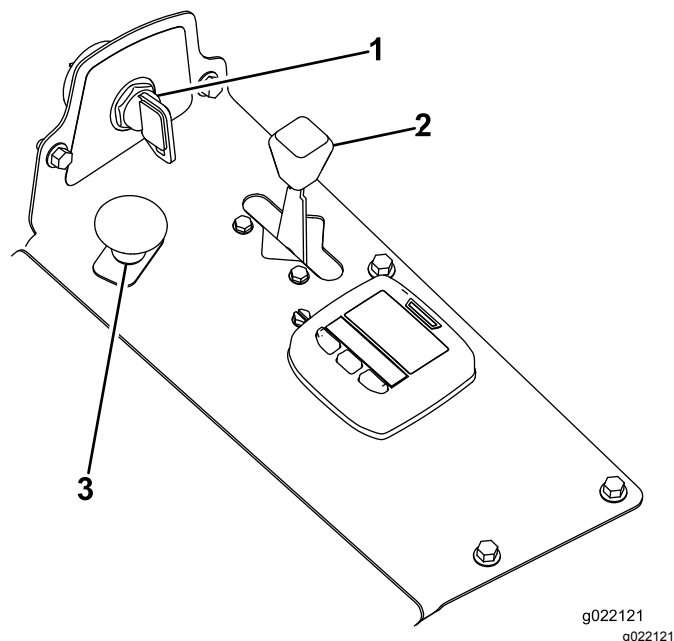

Figura 16
4. Disinserite la presa di forza (posizione OFF) (Figura 16).